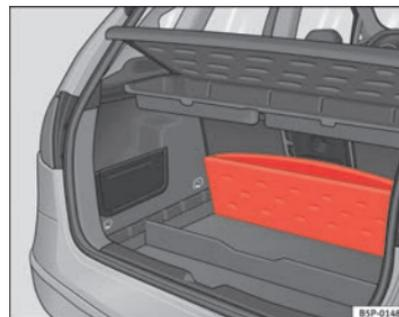

Fig. 106 Couvercle du coffre à bagages pliable
- Levez le plancher du coffre à bagages et repliez-le entièrement vers l'arrière ⇒ fig. 106.